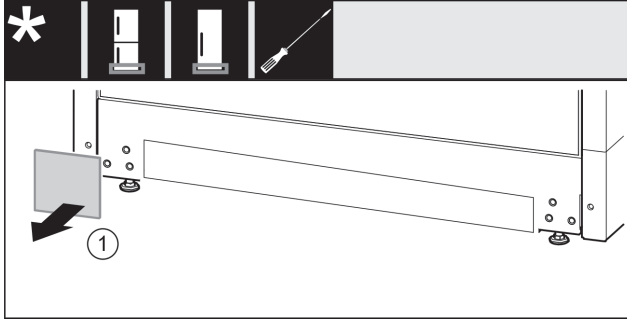

Fig. 35
- ▶ Nuimkite uždangalą. Fig. 35 (1)